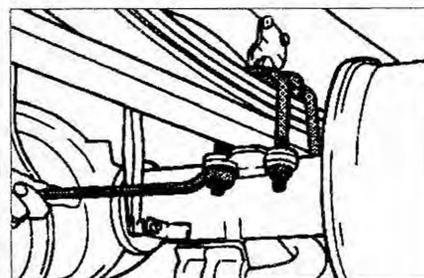

Рис. 5.25. Открутите гайки крепления стремянок. Опустите заднюю ось и снимите стремянки и плиту.
5. Открутите гайки крепления стремянок. Опустите заднюю ось и снимите стремянки и плиту (рис. 5.25).